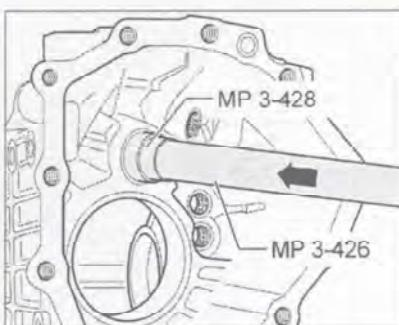

Рис. 7.253. Установка внутренней обоймы игольчатого подшипника.
10. Запрессуйте игольчатый подшипник с помощью специального инструмента (рис. 7.253). При установке сторона с надписью должна быть направлена в сторону приспособления.